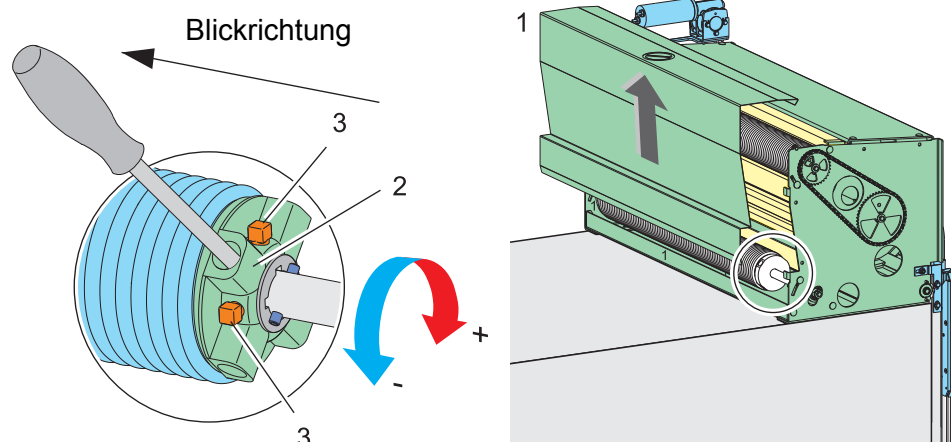

Abb. 21
- Sicherstellen, dass Türkontaktschalter (2) in oberster Montageposition befestigt ist
- Winkel (1) mit Schalterbetätigung auf den Türkontaktschalter (2) so positionieren, dass der Türkontaktschalter (2) betätigt ist. Sollte der Winkel (1) dabei nicht vollständig auf einer Lamelle positioniert werden können, Türkontakt in seinen Langlöchern entsprechend verschieben
- Winkel (1) mit 6 Schrauben an der Lamelle befestigen
- Abstand (X) entsprechend dem verwendeten Türkontaktschalter durch die Justage des Türkontaktschalter (2) herstellen
- Sicherstellen, dass der Anschlagpuffer (5) (Endlagendämpfung) beim Erreichen des Abstandes (X) belastet wird. Ggf. einstellen
- Abdeckung (Pos 1, Abb. 21) wieder montieren